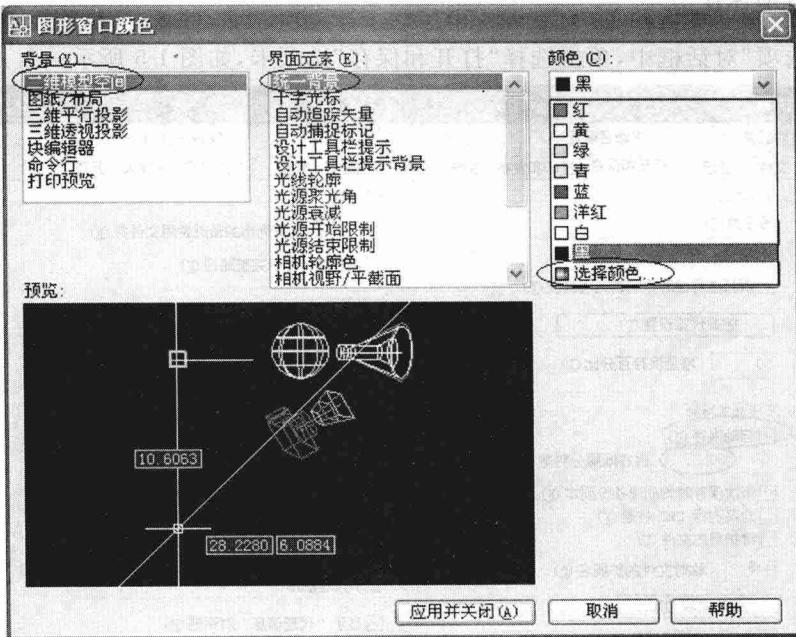

图 1-3 “图形窗口颜色”对话框
- (2) 在“窗口元素”组中,单击“颜色”按钮;
(3) 出现“图形窗口颜色”对话框,如图 1-3 所示;
- (5) 选择“索引颜色”选项卡,选择索引颜色 9(灰色),单击“确定”按钮,关闭“选择颜色”对话框;
(6) 在“图形窗口颜色”对话框中(图 1-3),单击“应用并关闭”按钮,模型空间背景变为新